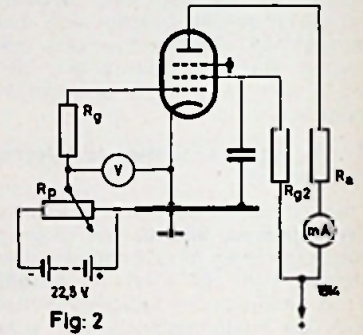

Fig. 2
Lekweerstand osc. verkleinen (tot 8 kΩ) Roostercondensator osc. vergroten tot max. 500 pF. De afstemcondensator in de osc.-kring (D) vervangen door een 2-voudige butterfly-condensator, waarvan de middenaftakking wordt gead. (fig. 2.)
Veel eenvoudiger en nauwkeuriger is de schakeling uit fig. 2.